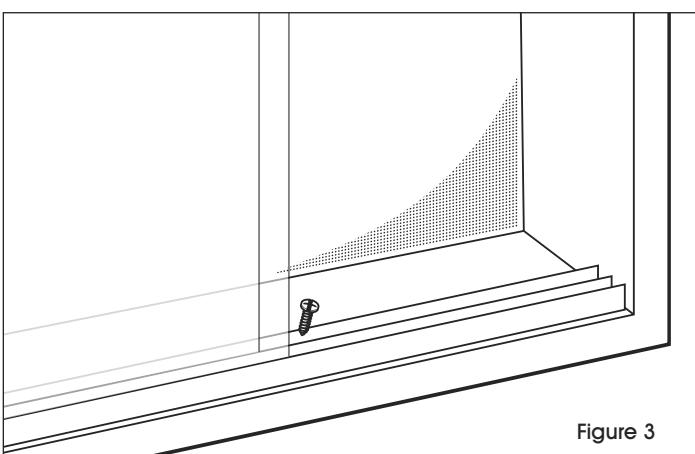

Figure 3
4. Percez et fixez le rail en aluminium dans la partie inférieure du centre de messages. (Voir Figure 3)